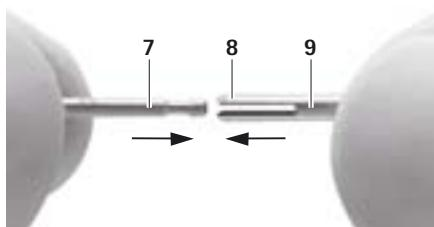

Fig. 5
- Montar a haste 5, ver Fig. 5: